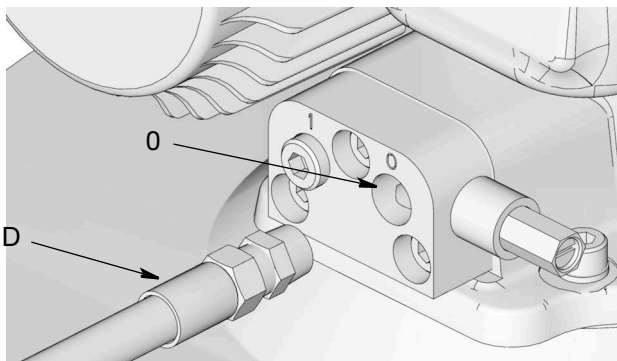

図 63: 潤滑剤出力接続
8. タイマーコントローラー (F) (使用する場合、ユーザーが用意) を接続します。
9. ベントバルブまたはマニフォールド上の潤滑剤出力接続部 (0) (図 63) に高圧潤滑剤供給ライン (D) を接続します。